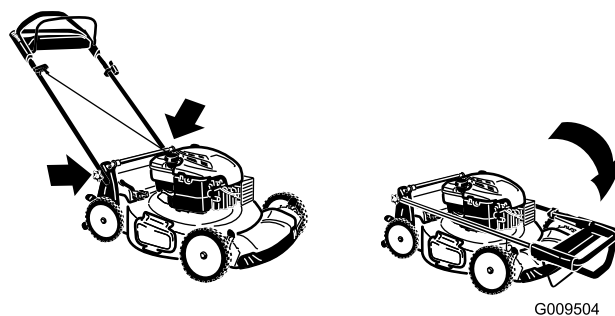

Рисунок 32
3. Поверните верхнюю рукоятку вперед, как показано на Рисунок 32.